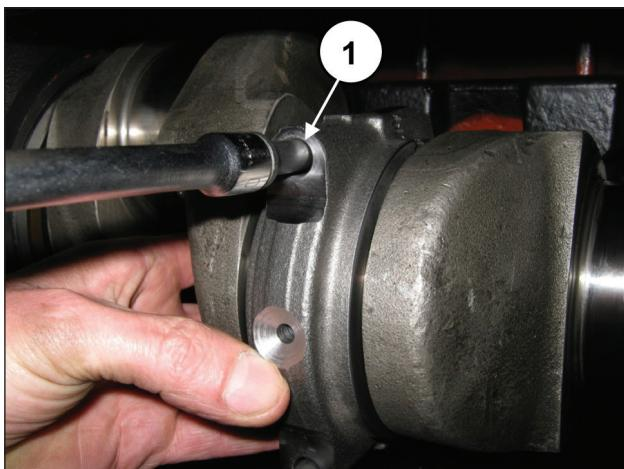

Fig. 70
Fijar los sombreretes a las semibielas con los tornillos M10x1.5x80 (pos. ①, Fig. 70).